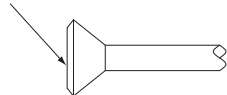

Fig. 14
- Când efectuați o conectare mandrinată, aplicați pe suprafața mandrinată numai eter sau ester. (Consultați Fig. 14) Apoi, înșurubați cu mâna piulița olandeză de 3 sau 4 ori și strângeți-o.